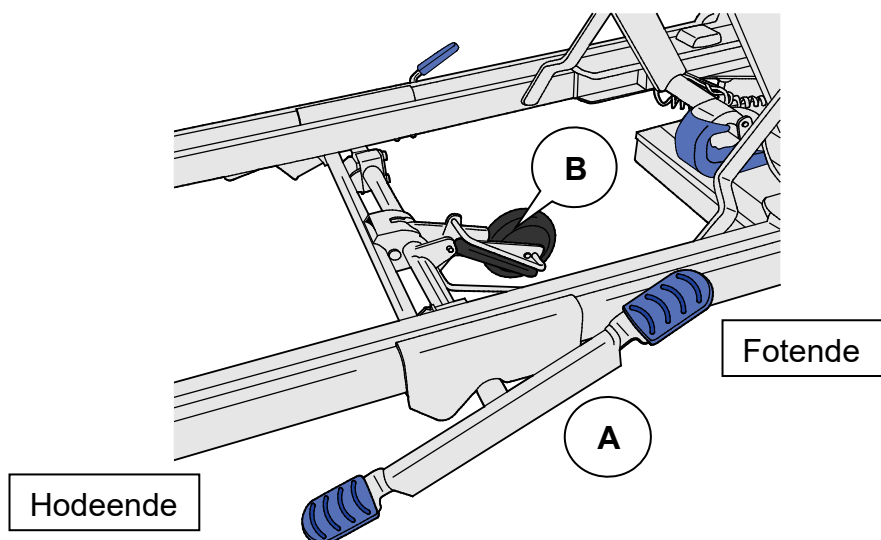

Fig. 1 Aktiveringspedal for det femte hjulet
1. Tråkk ned hodeenden av aktiveringspedalen (A) for det femte hjulet. **(Se Fig. 1)**
1. Tråkk ned fotenden av aktiveringspedalen (A) for det femte hjulet. **(Se Fig. 1)**
2. Kontroller at det femte hjulet (B) løftes fra gulvet.